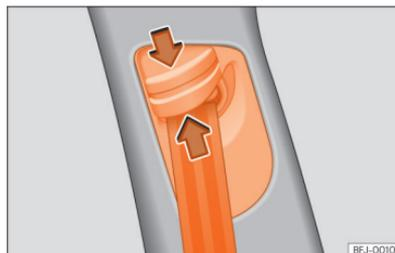

Abb. 30 Bei den Vordersitzen: Gurthöheneinstellung.
- Umlenkbeschlag in Richtung der Pfeile zusammendrücken und halten »» (Abb. 30).